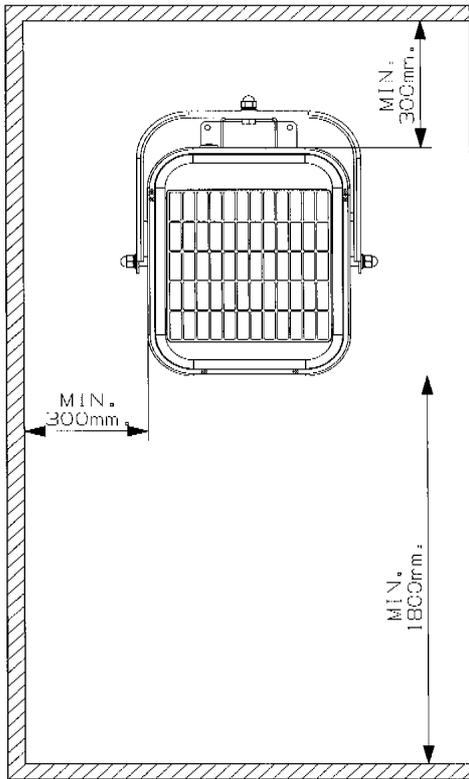

Fig. 1
- Si l'installation est fixe, placer l'aérotherme à une distance minimale de 1,8 mètres du sol et en respectant les distances indiquées fig.1. Ne pas installer les convecteurs sur un mur fabriqué en matériaux combustibles (bois, plastique, etc..).